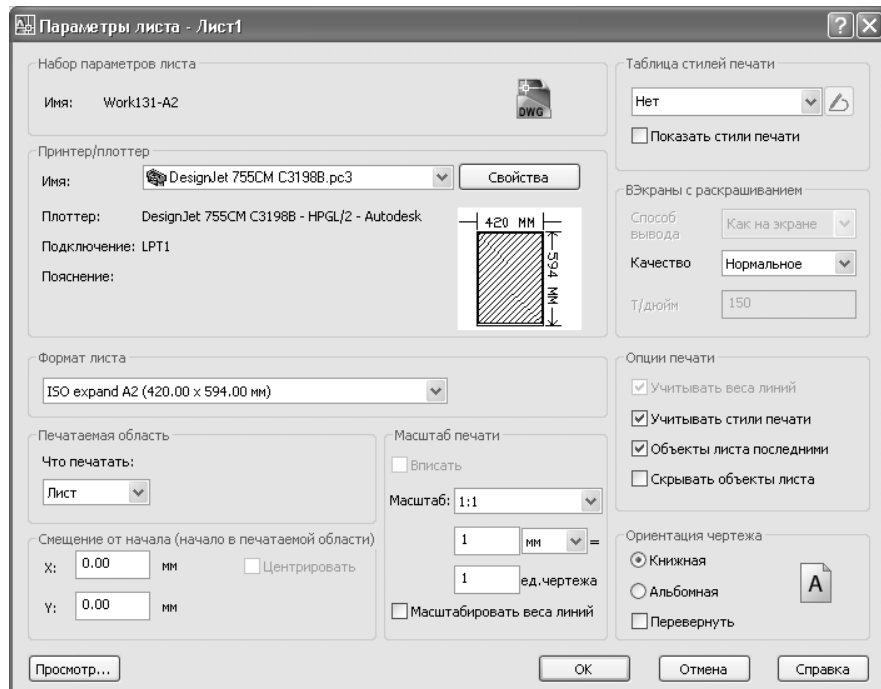

Рис. 13.3 ▼ Диалоговое окно **Параметры листа – Лист1** (Page Setup – Layout1)
plotter) выберите из списка **Имя** (Name) печатающее устройство, которое поддерживает формат A2 (например, **DesignJet 755CM C3198B**), а в группе **Формат листа** (Paper size) – соответствующий формат. В группе **Ориентация чертежа** (Drawing orientation) выберите переключатель **Книжная** (Portrait) (рис. 13.3).
*Совет.* У каждого принтера или графопостроителя печатаемая область имеет свой размер, который может зависеть от выбранного формата. Для того чтобы узнать этот размер, щелкните правой кнопкой мыши на ярлычке **Лист1** (Layout1), выберите из появившегося контекстного меню команду **Диспетчер параметров листов** (Page Setup Manager) и щелкните в открывшемся окне **Диспетчер параметров листов** (Page Setup Manager) на кнопке **Изменить** (Modify) (см. рис. 13.4). В появившемся окне **Параметры листа – Лист1** (Page Setup – Layout1) (см. рис. 13.3) щелкните на кнопке **Свойства** (Properties), которая находится справа от выбранного в списке **Имя** (Name) устройства печати. На экране появится окно **Редактор параметров плоттера** (Plotter Configuration Editor). Перейдите в нем на вкладку **Устройство и документ** (Device and Document Settings), раскройте группу параметров **Нестандартные форматы и калибровка** (User-defined Paper Sizes & Calibration) и выберите в ней параметр **Изменение стандартных форматов листа** (Modify Standard Paper Sizes (Printable Area)). Найдите